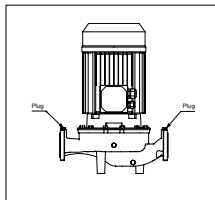

FIG. 4: Propper nødvendige ved kontrol af pumpernes påfyldning
- Fjern proppen/den sekskantede hætte, der er placeret øverst på pumpehuset (FIG. 4)